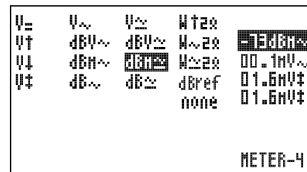

Fig 21
8. Press the cursorkeys to highlight the desired readout function for *meter4* readout. (Fig. 21)
8. Druk op de pijltoetsen voor het kiezen van de uitlezingfunctie van meter4. (fig 21)
8. A l'aide des touches curseur choisissez la fonction désirée pour l'appareil numéro 4. (fig 21)